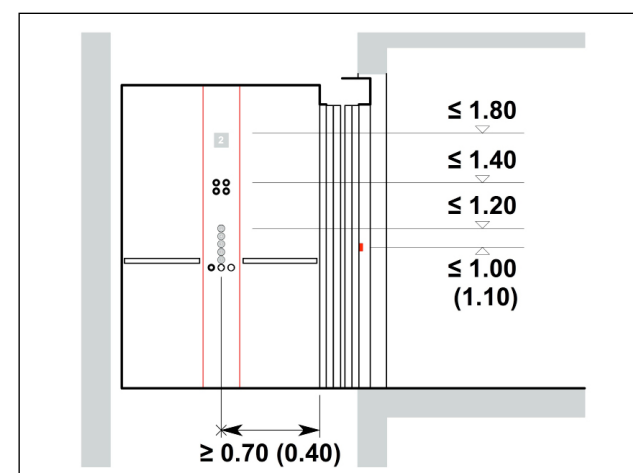

Fig. 4: hauteur des éléments de commande
- > Emplacement du bouton le plus élevé: max. 1.00 m au-dessus du sol, admis selon la norme max. 1.10 m (Fig. 4).
- > Hauteur des éléments de commande dans la cabine: max. 1.20 m au-dessus du sol (Fig. 4).